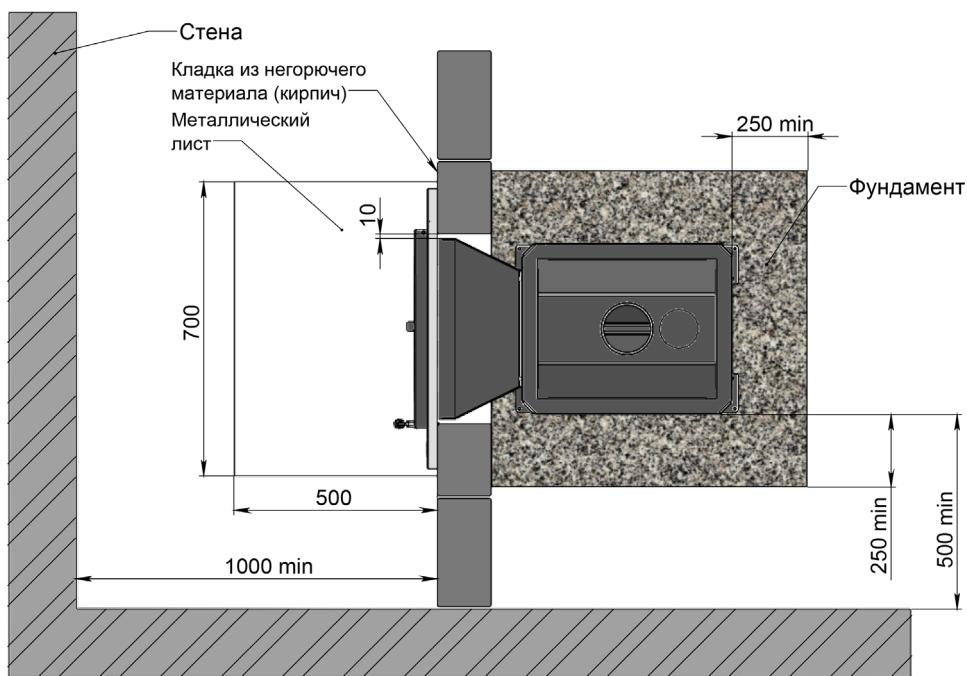

Рис. 3 Схема установки печи CONVECT (вид сверху)
Передняя и боковая поверхность печи могут располагаться на расстоянии не менее 50 мм от стены, сделанной из негорючих материалов (рисунок 3).
2. Установить печь со стороны парильного помещения так, чтобы топливный канал прошел сквозь отверстие, предусмотренное в стене (рис. 3, 4).